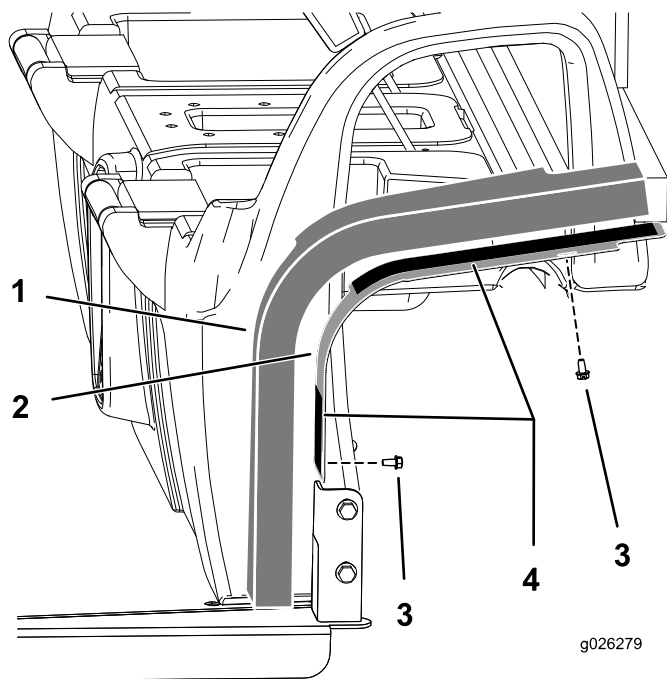

図 6
1. キャブに取り付けプレートを固定するボルト1/4 インチ 4本を使い、図 6に示すように取り付ける。
3. 取り付けプレートに張り付けてある両面テープの裏紙をはがす 図 6。
4. 発泡樹脂パネルをアセンブリに貼り付ける 図 6。